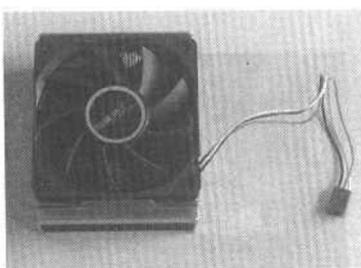

图 1-16 CPU 风扇
- ⑧ 从包装盒中取出与 CPU 配套的风扇，如图 1-16 所示。